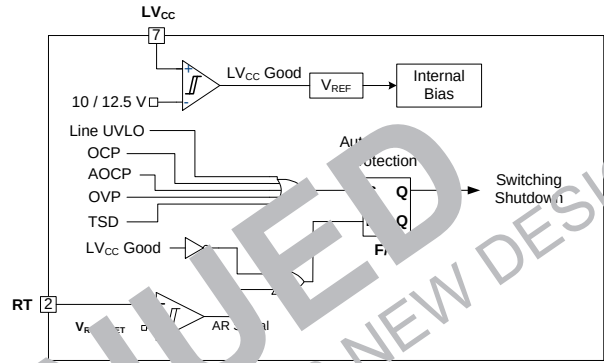

图 24. 保护框图
5. 保护电路：FSFR-HS 系列具有多个自我保护功能；如过流保护 (OLP)、异常过流保护 (OCP)、过压保护 (OVP)、热关断 (TSD) 和线电压欠压锁定 (LUVLO 或欠压)。这些保护为自动重启模式保护，如图 24 所示。